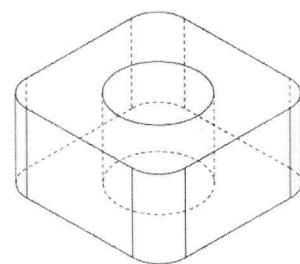

图 1-17 圆角结果
- (3) 单击“确定”按钮✓，完成圆角操作，结果如图 1-17 所示。
- (4) 单击“视图”工具栏上的“带边线上色”按钮■，将显示设置为带边线上色视图。